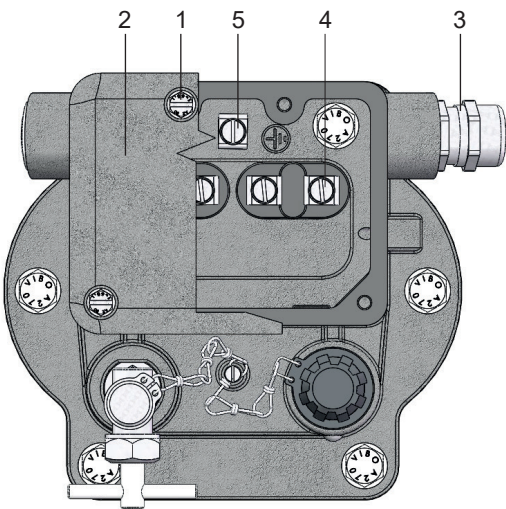

图14 - 电力接线
- 拧下螺栓（图14中1）
- 取下盖板（图14中2）
- 电缆通过缆线螺栓连接处（图14中3）引入
- 电缆在接线柱（图14中4）上连接（最大起动力矩为 3 Nm ）
- 拧紧螺栓（图14中1）（最大起动力矩为 3 Nm ）
接地安全引线（绿-黄色绝缘线）与接地端子（图14中5）连接，（最大起动力矩为 3 Nm ）。